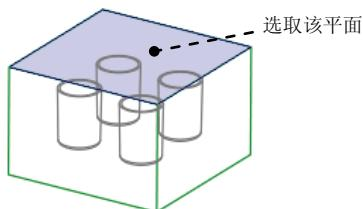

图 25.17 定义封闭环
④ 单击 **确定** → **Done Refs (完成参考)** → **Done/Return (完成/返回)** 命令, 此时系统显示“封合”菜单。
④ 定义封合类型。在“封合”菜单中选中 **Cap Plane (顶平面)** → **All Loops (全部环)** 复选框, 单击 **Done (完成)** 命令, 此时系统显示“封闭环”菜单。
⑤ 定义封闭环。根据系统 **选择或创建一平面, 盖住闭合的体积块** 的提示, 选取图 25.17 所示的平面为封闭面, 此时系统显示“封合”菜单。